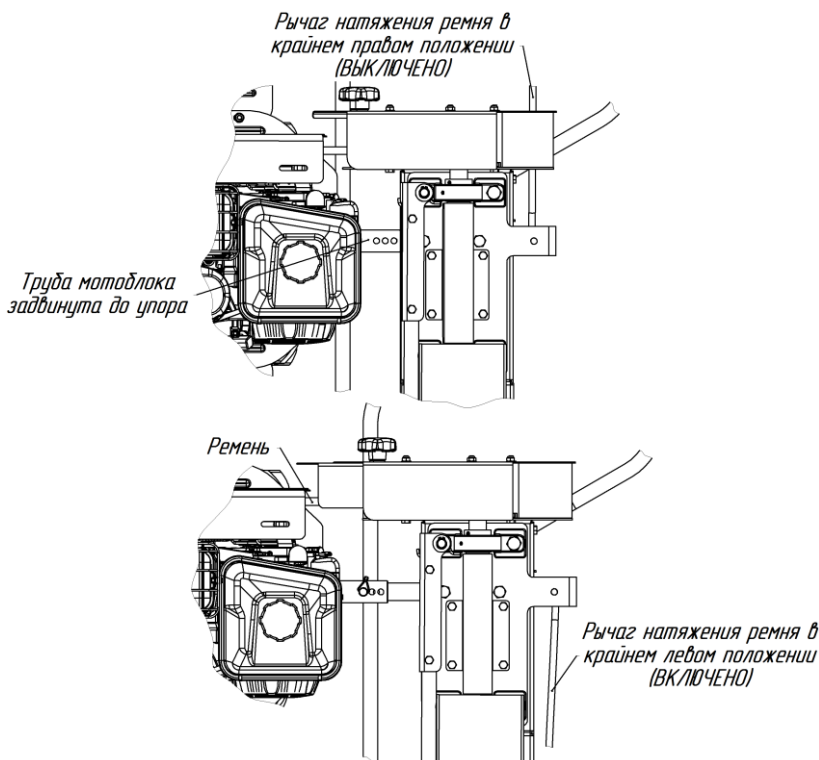

Рис.7. Схема присоединения дровокола к мотоблоку
- 9) Соедините штырь дровокола с трубой мотоблока согласно рис.7, задвинув трубу до упора.
11) Раздвиньте мотоблок и дровокол для натяжения ремня, зафиксируйте стопором штырь дровокола в ближайшие совпадающие отверстия (рис.7).
- 15) Рукоятку натяжения ремня переведите в крайнее левое положение (включено), ремень натянут. Дровокол готов к работе рис.7.